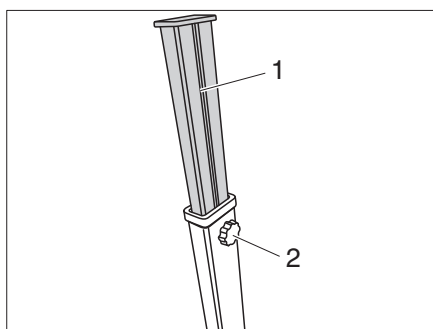

Figura 34 Ajustar los pies de la mesa
- Abrir el tornillo de estrella (Figura 34,2) del correspondiente pie de mesa y desplegar la extensión (Figura 34,1).
- Apretar el tornillo de estrella una vez que se haya alcanzado la extensión deseada (Figura 34,2).
- Insertar la extensión (Figura 34,1) en todos los pies de la mesa y fijar con el tornillo de estrella (Figura 34,2).